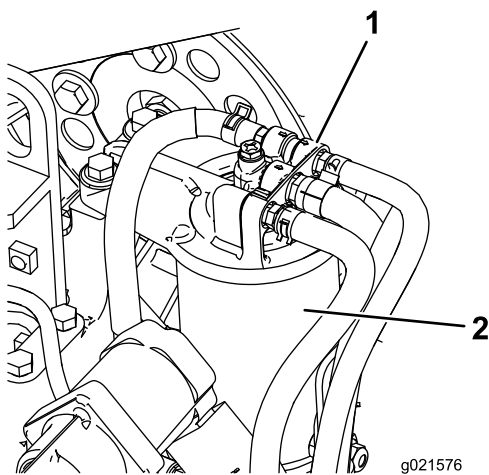

Figura 76
1. Limpie la zona alrededor del cabezal del filtro de combustible (Figura 76).
2. Retire el filtro y limpie la superficie de montaje del cabezal del filtro (Figura 76).